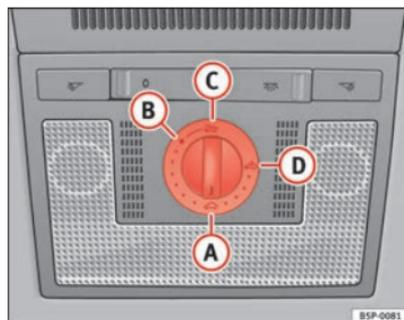

Fig. 70 Detalle del revestimiento interior del techo: mando giratorio del techo corredizo / deflector
- Gire el mando a la posición **(A)** ⇒ fig. 70 ⇒ **!**.